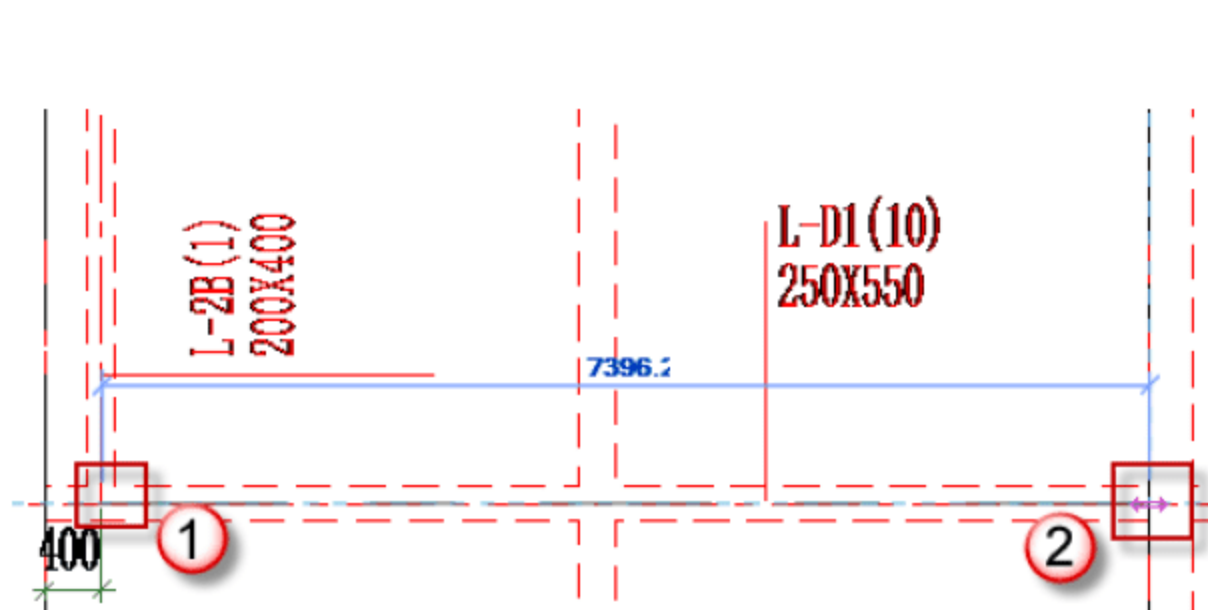

图 4.2.62 绘制 L-D1
(12) 绘制矩形框架梁 L-D1, 按快捷键 B+M, 放置平面为“标高 2”平面视图, 先单击起始柱的中心为起点, 后单击终止柱的中心为终点, 如图 4.2.62 所示。